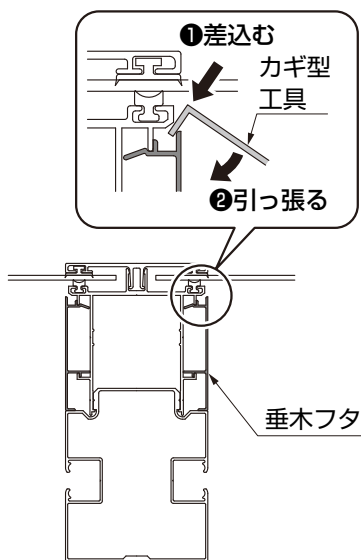

図1-2
- 手順①は垂木フタの端部で行なうと取外しやすいです。
- 垂木フタは、フィンに引っ掛けた工具を引っ張ると取外せます。(図1-2参照)